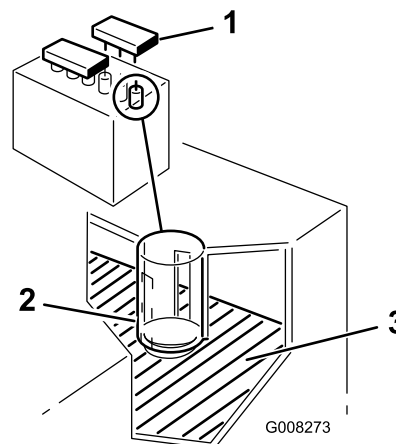

Figure 31
2. Enlevez les bouchons de remplissage. Si le niveau d'électrolyte n'atteint pas la partie inférieure du tube (Figure 31), ajoutez la quantité d'eau distillée requise (voir Ajout d'eau dans la batterie).
2. Enlevez les bouchons de remplissage (Figure 31).
3. Versez de l'eau distillée avec précaution dans chaque élément jusqu'à la partie inférieure du tube (Figure 31).